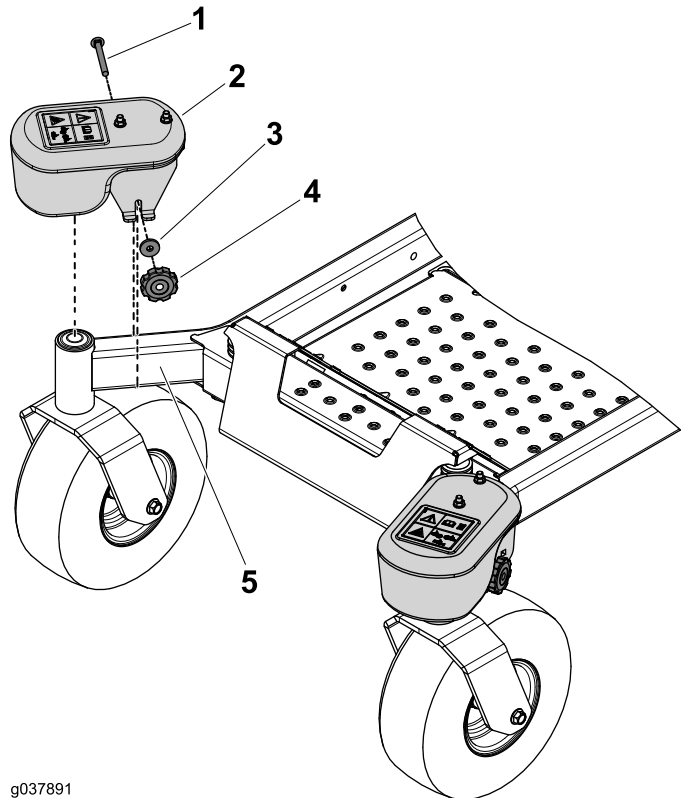

Figure 9
- Fixez une masse à chaque bras de roue pivotante avec le bouton, la rondelle et un boulon de carrosserie (3/8" x 3 1/2") (Figure 9).